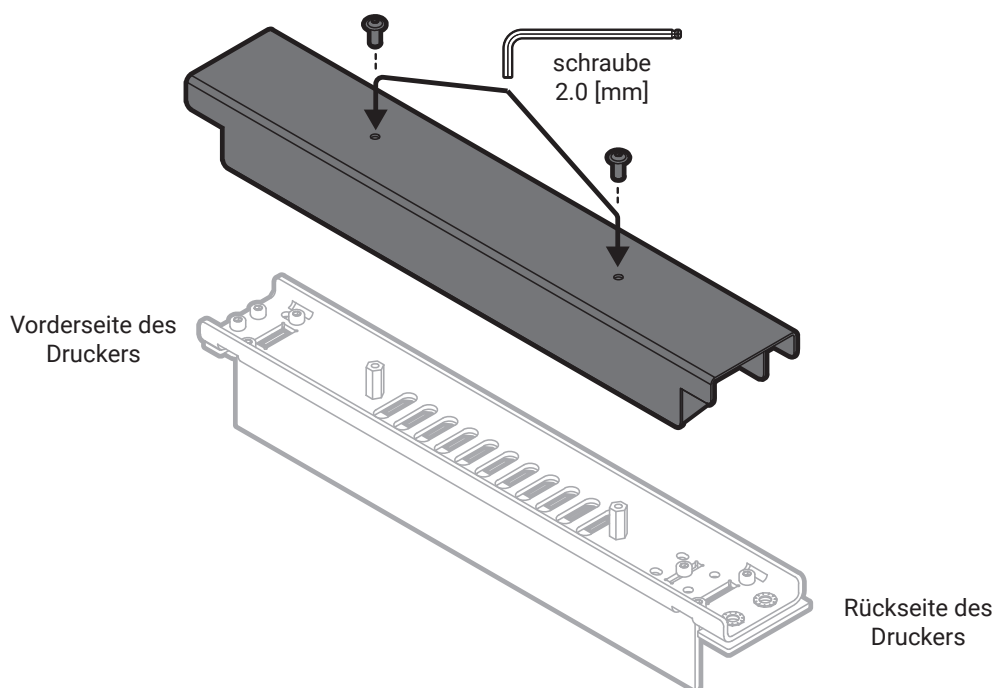

Abb. 9 Installieren der neuen schwarzen Abdeckung für den Recoater Blade.
20. Indem du den 2 mm Inbusschlüssel verwendest, schraube die Abdeckung an den Recoater fest (Abb. 9).